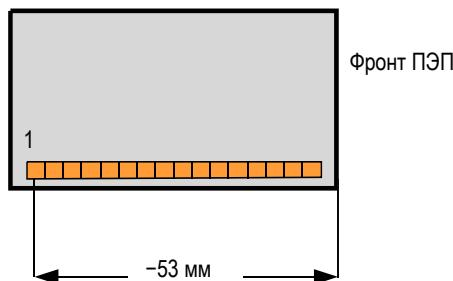

Рис. 4-4 Измерение опорной точки ПЭП
- a) В кнопке Опорн. точка введите опорную точку ПЭП, которой является расстояние между фронтом преобразователя и центром первого элемента ПЭП (см. Рис. 4-4 на стр. 103).